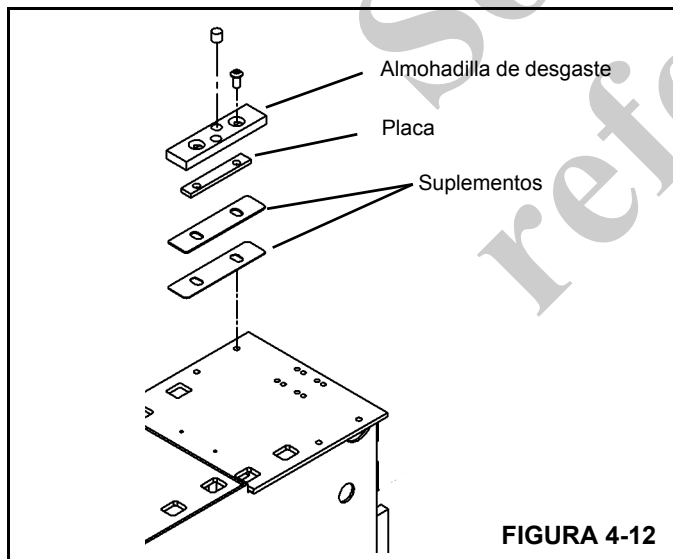

FIGURA 4-12
13. En el extremo de la base de la 2ª sección, instale la almohadilla de desgaste superior y la placa (Figura 4-12).